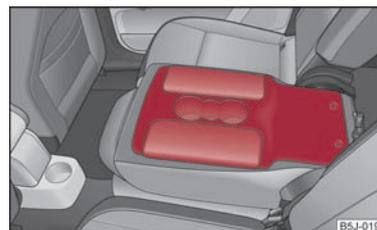

Abb. 43 Rücksitze: Armlehne
- Sie können die mittlere Sitzlehne nach vorn klappen ⇒ Seite 56, Hintere Sitze vorklappen und als Armlehne oder Tisch mit Getränkehalter verwenden ⇒ Abb. 43.